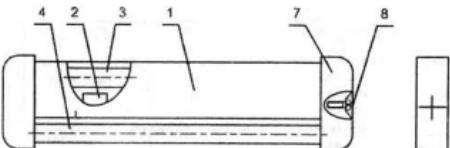

Рис. 1. Общий вид облучателя.
6.3. Проверить работу облучателя до его монтажа в следующей последовательности (см. рис. 1):
- открутить винты (8), снять боковины (7);
- установить стартеры (2), для чего необходимо вставить их в патроны и повернуть по часовой стрелке до упора;
- установить лампы (3), (4), для чего необходимо одновременно завести контакты лампы в патроны и зафиксировать их;
- установить боковины (7) и закрепить винты (8).